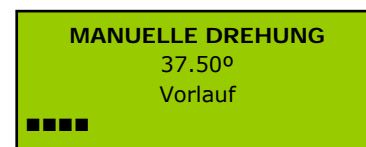

Figur 23.
- "Buzzer aktiviert / Buzzer deaktiviert" erlaubt den akustischen Leuchtschalter zu aktivieren oder deaktivieren. Um diese zu wählen, die Läufer wie in Figur 23 positionieren und [ENTER] drücken.